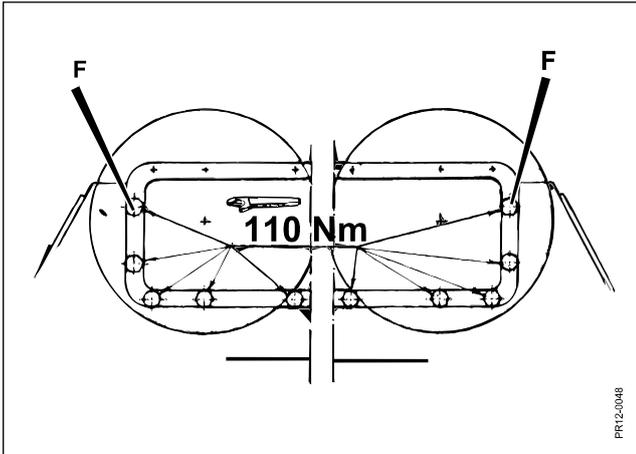

Fig. 5-5
**Fig. 5-5** Um schädliche Vibrationen im Schneidwerk zu vermeiden muß der Mähbalken korrekt angespannt sein. Die 4 Bolzen **F** in jeder Seite mit Moment **110 Nm** (11Kpm) anspannen.